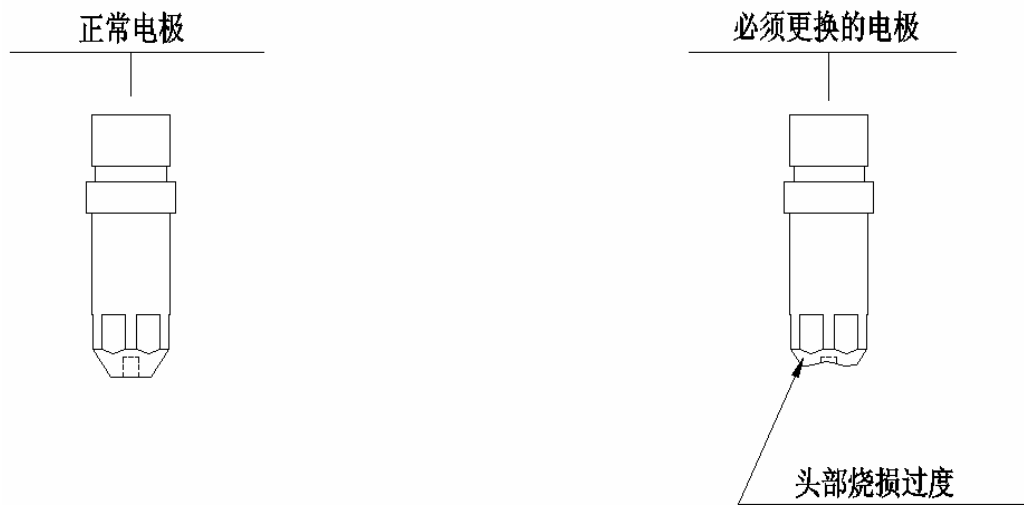

图8 电极烧损示意图
(3) 电极损耗严重或电极中心的铅丝已损耗完毕时，应及时更换，否则可能损坏割炬。见图 8